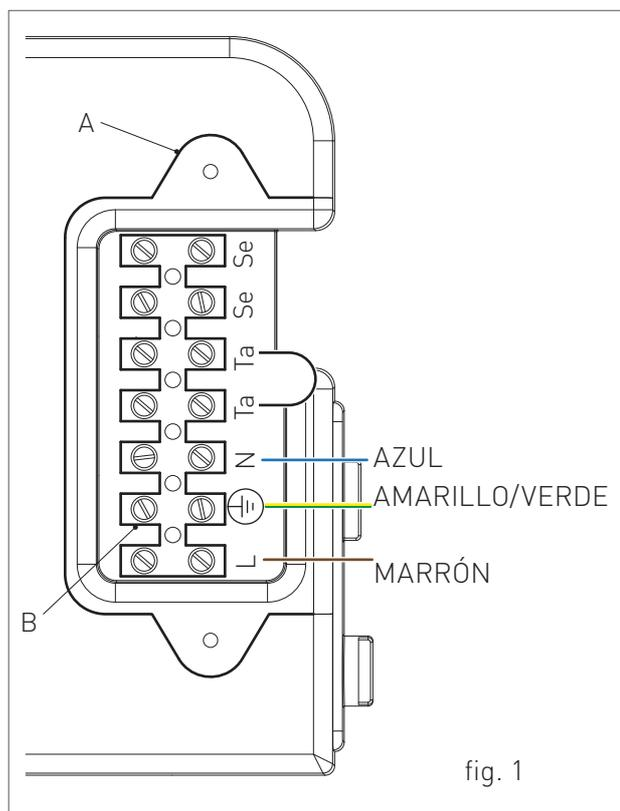

fig. 1
- › aflojar los dos tornillos y quitar la placa "A" (ver fig.1).
- › Una vez que se quita la placa realizar las siguientes conexiones en el tablero de bornes "B" (ver fig.1):
Es necesario pasar los cables dentro de la caldera a través de los pasacables 'P1' y 'P2' situados debajo de la plantilla (ver fig. 1). Para ello habrá que efectuar un agujero en el pasacable, con un diámetro apenas inferior al del cable, para que no pueda pasar aire.